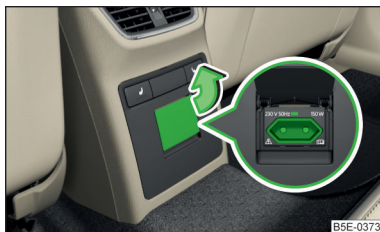

Fig. 102
El enchufe se encuentra en la consola central trasera » fig. 102.
► Abra la cubierta en la dirección de la flecha » fig. 102.